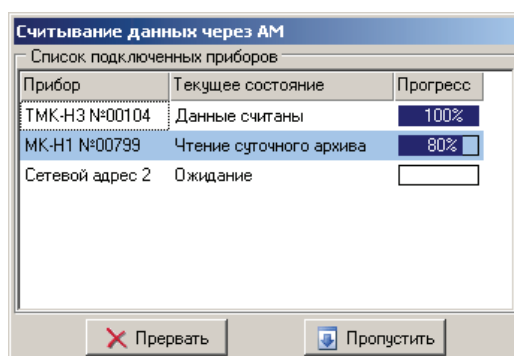

Рисунок 4.10
При этом откроется окно **Считывание данных через АМ** (см. рисунок 4.10), в котором последовательно будет происходить считывание данных с каждого прибора.
4.2.1.8 По завершению установления соединения откроется окно **Считывание данных через АМ-01** (см. рисунок 4.10), в котором последовательно будет происходить считывание данных с каждого прибора.